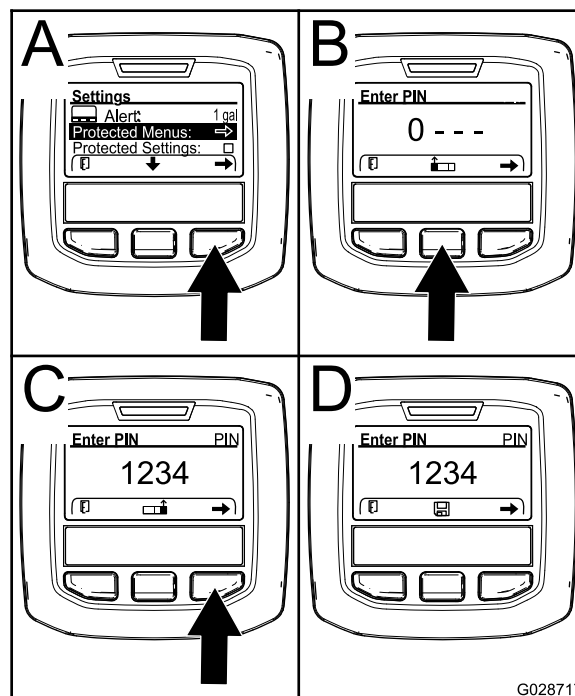

Рисунок 71
4. Нажмите правую кнопку выбора, чтобы выбрать Protected Menus (Защищенные меню) (Рисунок 71А).
- Нажмите среднюю кнопку выбора (Рисунок 71А), чтобы увеличить цифровое значение (от 0 до 9).
- Нажмите правую кнопку выбора (Рисунок 71С), чтобы переместить курсор на позицию следующей цифры вправо.